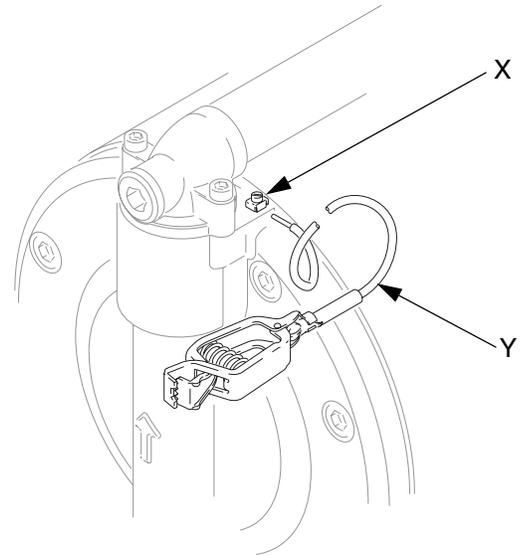

FIG. 4. Messa a terra della pompa
- *Pompa:* Utilizzare un filo di terra con morsetto. Vedere FIG. 4. Allentare il controdado della vite di terra (X). Inserire un'estremità di un cavo di terra (Y) di minimo 1,5 mm² nel morsetto di terra della pompa (8) e serrare la vite (X) saldamente. Collegare l'altra estremità del filo ad una messa a terra efficace. Per il filo di terra ed il morsetto, codice 238909.